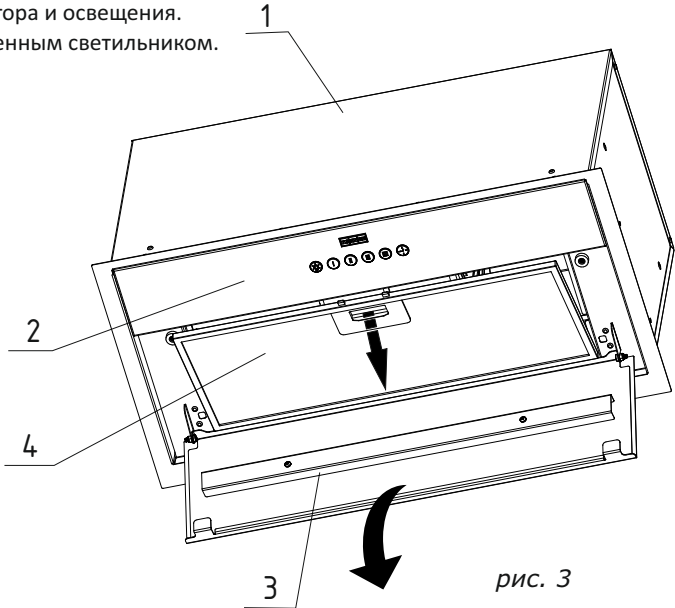
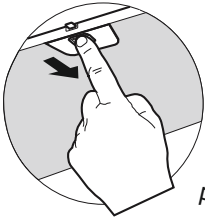

рис. 3
рис. 4
- для этого откройте откидную панель (рис.3);
- нажмите на пружинный замок на алюминиевом фильтре (рис. 4) и затем потяните его вниз (рис. 3).
- снимите алюминиевый фильтр (рис. 3, 4);
8.3 Для очистки алюминиевого фильтра извлеките его из вытяжки (рис. 4) и произведите его очистку с помощью щетки горячим водным раствором моющего средства вручную или в посудомоечной машине при (60°C). Старайтесь не сгибать фильтры при мойке. Возможное изменение цвета фильтра, с течением времени, не приводит к снижению эффективности его действия. Сильно загрязненный фильтр не следует мыть в посудомоечной машине.